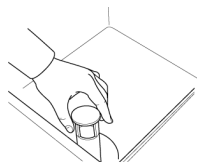

Fig.41
- 1- Ouvrir la porte et enlever le trop-plein. (Fig.41)